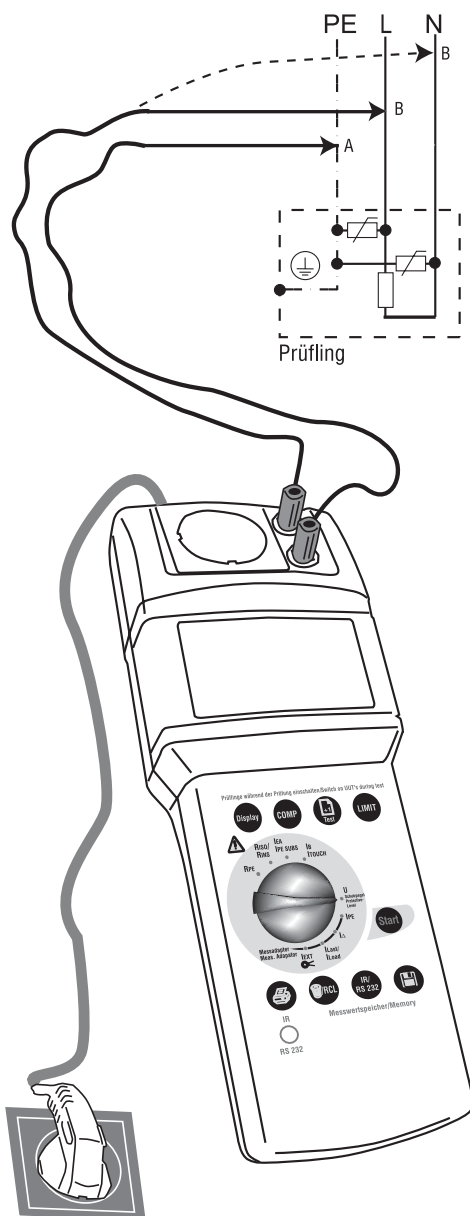

Bild 6.13: Messung des Schutzpegels bei Prüflingen mit Überspannungsableitern L gegen PE bzw. N gegen PE
- 4) Bei Prüflingen, bei denen die Überspannungsableiter zwischen L gegen PE bzw. N gegen PE geschaltet sind, verbinden Sie die blaue Buchse (5) mit dem PE und die rote Buchse (4) mit L oder N des Prüflings, siehe Bild 6.13.
- 6) Drücken Sie die Taste „Start“ (9). Das blinkende Symbol für die Messeinheit im Display signalisiert den aktuellen Messvorgang.
- 7) Lesen Sie den Messwert von der LC-Anzeige (6) ab. Das Gerät zeigt den Gleichspannungswert (DC) der Ansprechspannung an.
- 👉 Mit der Taste "Anzeige" (17) kann während der Messung der Wechselspannungswert (AC) angezeigt werden.
- 👉 Die Messergebnisse können durch Drücken der Taste  (10) abgespeichert werden.